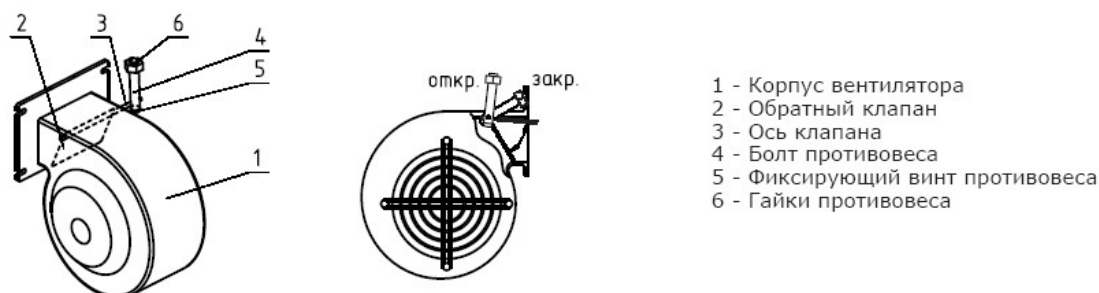

Рис. 4 Дутьевой вентилятор
4.2.2. В процессе первичного запуска котла необходимо произвести настройку обратного клапана вентилятора наддува следуя рекомендациям (п.п. 5.4. и рис. 4), при остановке вентилятора наддува клапан должен закрываться, а при его запуске приоткрываться.
4.7.8. До начала эксплуатации котла обязательно необходимо произвести настройку обратного клапана вентилятора наддува (п.п. 5.4. и рис. 4).
5.4. Вентилятор наддува (поз. 6, рис. 4) состоит из корпуса (поз. 1), обратного клапана (поз. 2), который имеет два положения, открыто и закрыто, оси клапана (поз. 3), болта противовеса (поз. 4) с фиксирующим винтом (поз. 5) и гайками (поз. 6).
5.4.3. Рекомендации по положению болта противовеса при открытой и закрытой заслонке относительно корпуса вентилятора наддува и котла представлены на рис. 4.